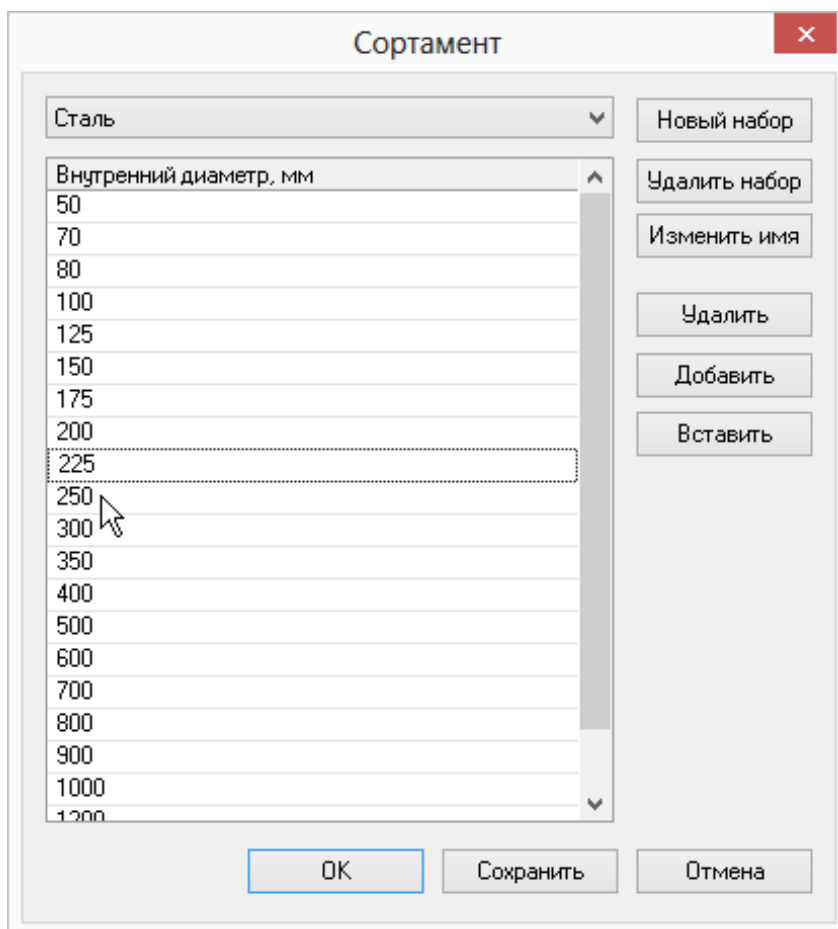

Рисунок 20.6. Добавление диаметра к существующему набору
5. После ввода всех диаметров нажать кнопку Сохранить (смотрите Рисунок 20.6, «Добавление диаметра к существующему набору»).